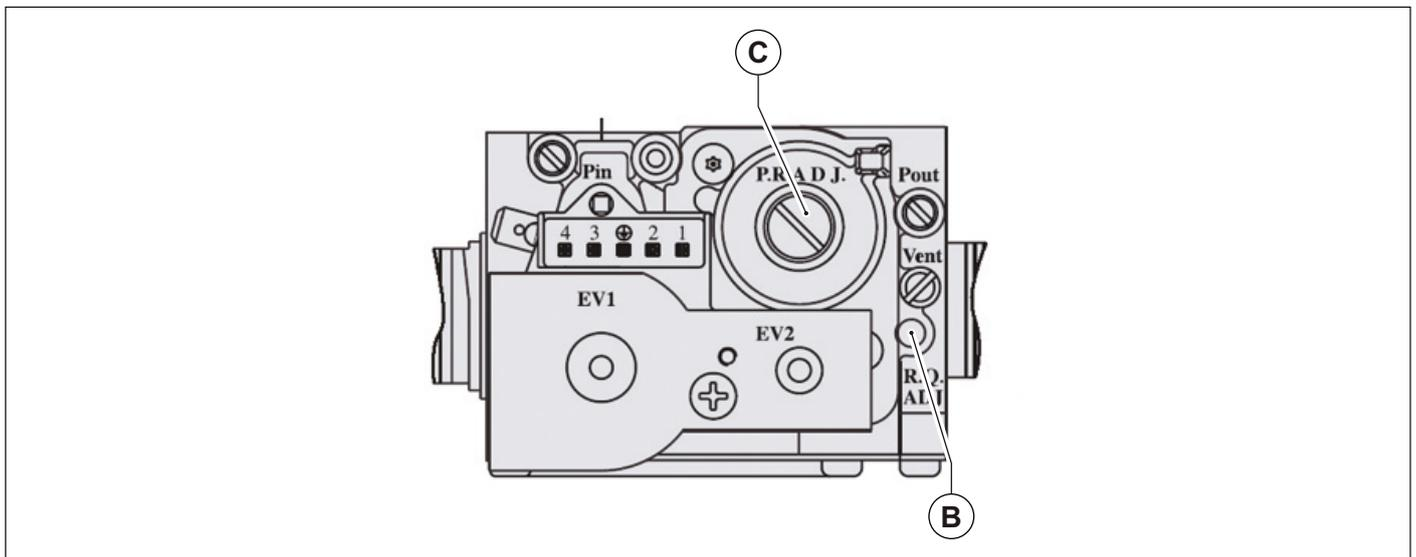

Abb. 40 Einstellen des Gas-Kombiventils
- Den CO₂ Wert mit einem Abgasanalysegerät messen und anpassen, an der kleinen Einstellschraube **B** an dem Gas-Kombiventil einstellen (siehe Abb. 40 Einstellen des Gas-Kombiventils) die Abgaswerte überprüfen/anpassen, siehe Tab. 32 CO₂- Werte. Das Gerät im Schornsteinfegerbetrieb belassen und zum nächsten Schritt „Einstellen der min. Brennerleistung“, übergehen.
- Den CO₂-Wert mit einem Abgasanalysegerät messen und anpassen, die Einregulierung der Gasmenge min. findet an der großen Schraube **C** des Gas-Kombireglers statt, Grenzwerte (siehe Abb. 40 Einstellen des Gas-Kombiventils) die Abgaswerte überprüfen/anpassen, siehe Tab. 32 CO₂- Werte.